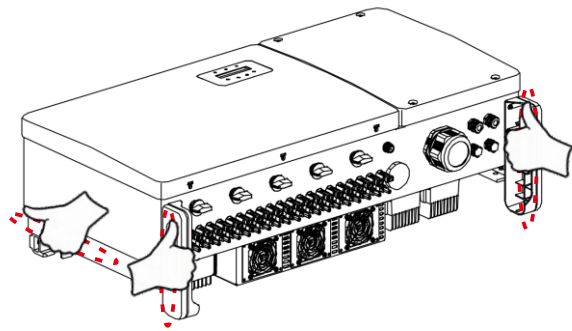

Figura 3.4 Alças do inversor
1. São necessárias duas pessoas para remover o inversor da caixa de transporte. Use as alças integradas ao dissipador de calor para remover o inversor da caixa (veja a Figura 3.4).